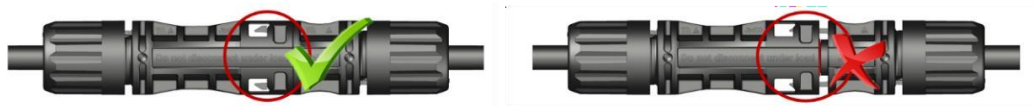

Figura 7 Diagrama schematică a angajării corecte/incorectă a conectorilor
- p) Înainte de conectarea conectorilor masculi și femele, asigurați-vă că contactele sunt lipsite de coroziune, curate și uscate și verificați starea cablajului. La conectare, introduceți conectorii masculi și femele până când se prind, apoi trageți ușor pentru a verifica dacă prinderea este sigură. Diagrama vizuală de conectare corectă/incorrectă este prezentată în figura 7 (doar ca referință; conectorii reali se bazează pe cei primiți la fața locului).